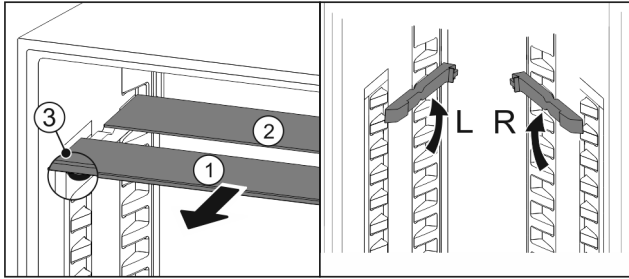

Fig. 80
- Extrageți Fig. 80 (1) pe rând plăcile de sticlă spre înainte.
- ▷ Placa de sticlă Fig. 80 (1) cu șipca decorativă se află în față.
- ▷ Opritoarele Fig. 80 (3) indică în jos.